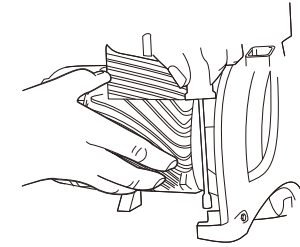

Figura 3.
3. Colocar la Bomba Rotoplas en su lugar y fijarla con tornillos (ver Figura 3).